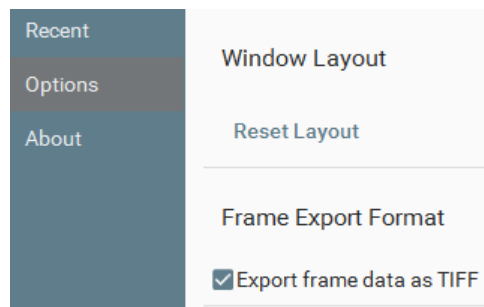

Abbildung 23: Framedaten als TIFF exportieren
1. Wählen Sie dazu im **“Options” Menü** die Funktion **„Export frame data as TIFF“** (Abbildung 23).